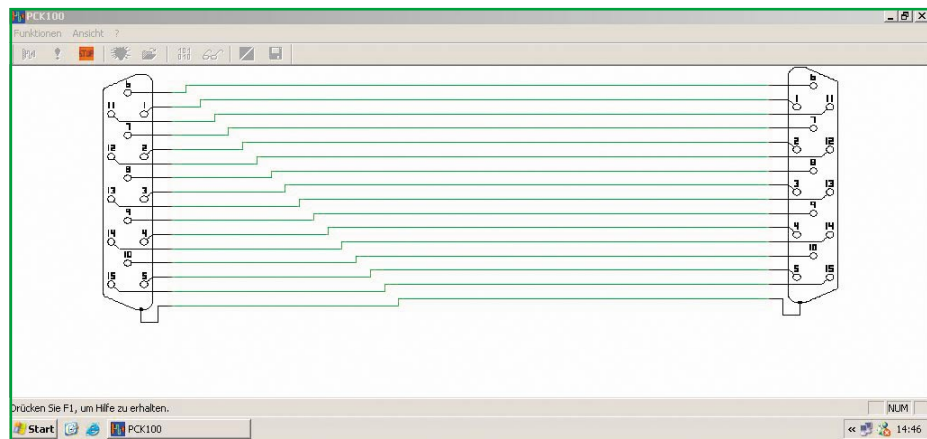

Bild 2: Testen und Anzeige der Belegung eines Kabels
1. Um ein Kabel zu testen und sich dessen Belegung anzuschauen, klickt man auf das Symbol oder den Menüeintrag „Testen“. Daraufhin erscheint ein Dialogfeld, in dem man den verwendeten Adapter und jeweiligen Steckerverbinder auswählen muss (Abbildung 1). Ein weiterer Klick auf den Button „Testen“ veranlasst die Darstellung des getesteten Kabels samt Steckerverbinder (Abbildung 2).